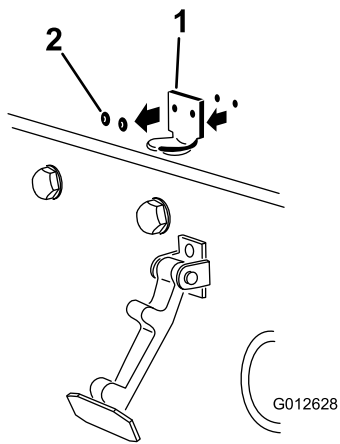

Bild 5
2. Entfernen Sie die zwei Niete, mit denen die Halterung des Motorhaubenriegels an der Motorhaube befestigt ist (Bild 5).
Hinweis: Die Riegelhalterung muss an der Haube anliegen (Bild 5).